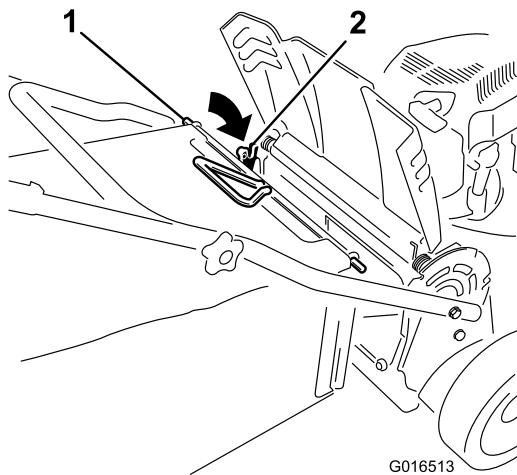

Figura 27
3. Installate l'asta del cesto nelle tacche alla base della maniglia e spostate il cesto avanti e indietro per accettare che l'asta sia posizionata a fondo in entrambe le tacche; vedere Figura 27.